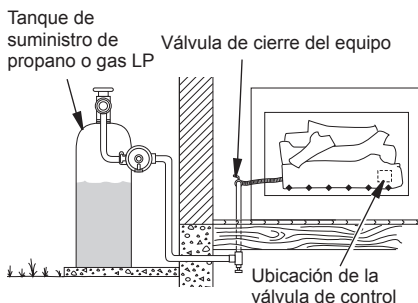
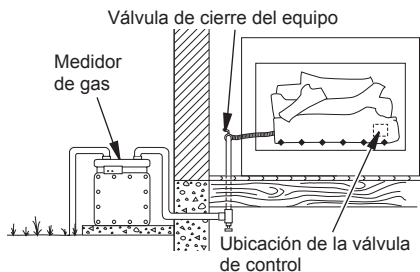

Figura 16 - Revisión de las uniones de gas (propano o gas LP solamente)
Figura 17 - Revisión de las uniones de gas (gas natural solamente)
3. Revise todas las uniones desde el medidor de gas (gas natural) o desde el suministro de propano o gas LP hasta la válvula de cierre del equipo (consulte la figura 16 o la figura 17 en la página 17). Aplique una solución comercial para detectar fugas en todas las uniones. La formación de burbujas indicará una fuga.
4. Revise todas las uniones desde el medidor de gas (gas natural) o desde el suministro de propano o gas LP hasta la válvula de cierre del equipo (consulte la figura 16 en la página 16 o la figura 17). Aplique una solución comercial para detectar fugas en todas las uniones. La formación de burbujas indicará una fuga.